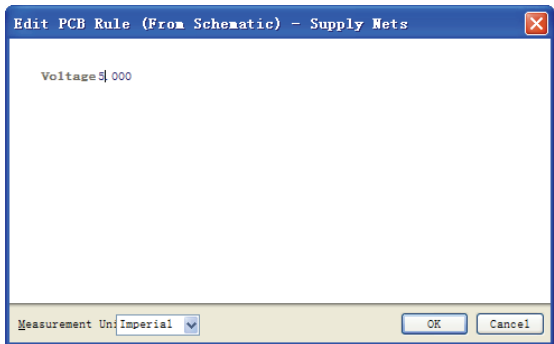

图 12-32 电源网络参数值设置对话框
(5) 双击选中的“Supply Nets”选项，打开电源网络参数值设置对话框，输入所设定的电压值为 5V，如图 12-32 所示。